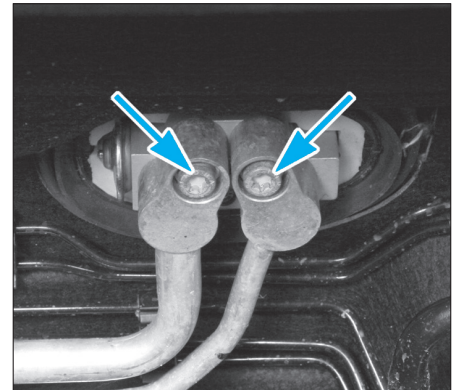

Fig. 5
- Débrancher les canalisations de climatisation (Fig.5).